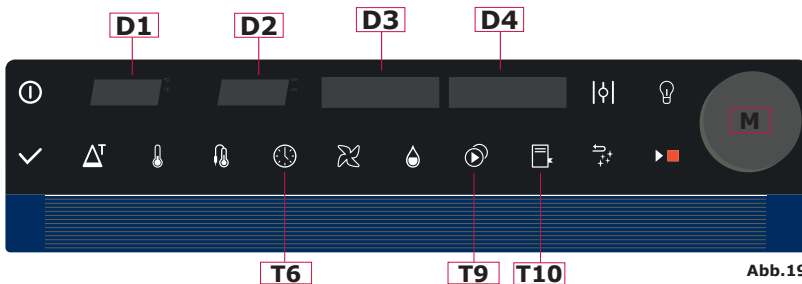

Abb.19
3. Gleichzeitig Schalter **M** und Taste **T10** (Abb.19) drücken.
3. Gleichzeitig Schalter **M** und Taste **T9 (Abb.19)** drücken.
Um diesen Vorgang auszuführen, muss Taste **T6 (Abb.19)** gedrückt gehalten werden und den Anweisungen an Display D3 und D4 gefolgt werden, in dem Schalter M im oder gegen den Uhrzeigersinn gedreht wird und die ausgewählten Daten durch Drücken des Schalters bestätigt werden.